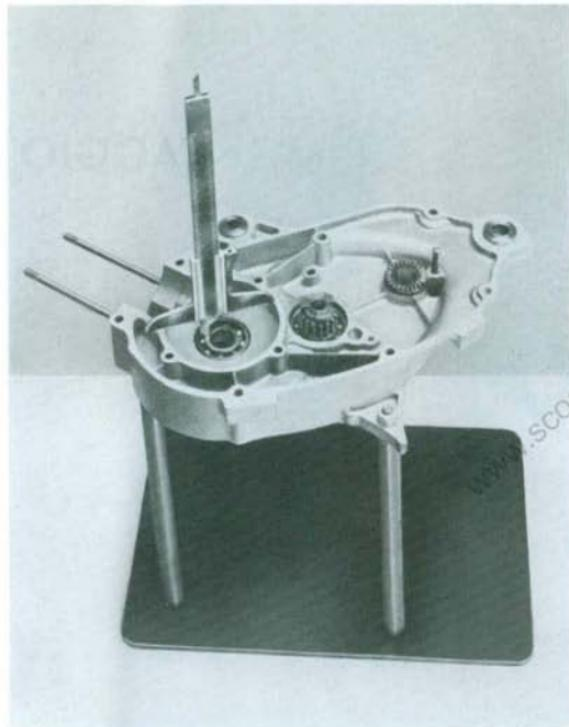

Fig. 22
48) Montare il carter destro sull'attrezzo di appoggio come mostrato in fig. 22.